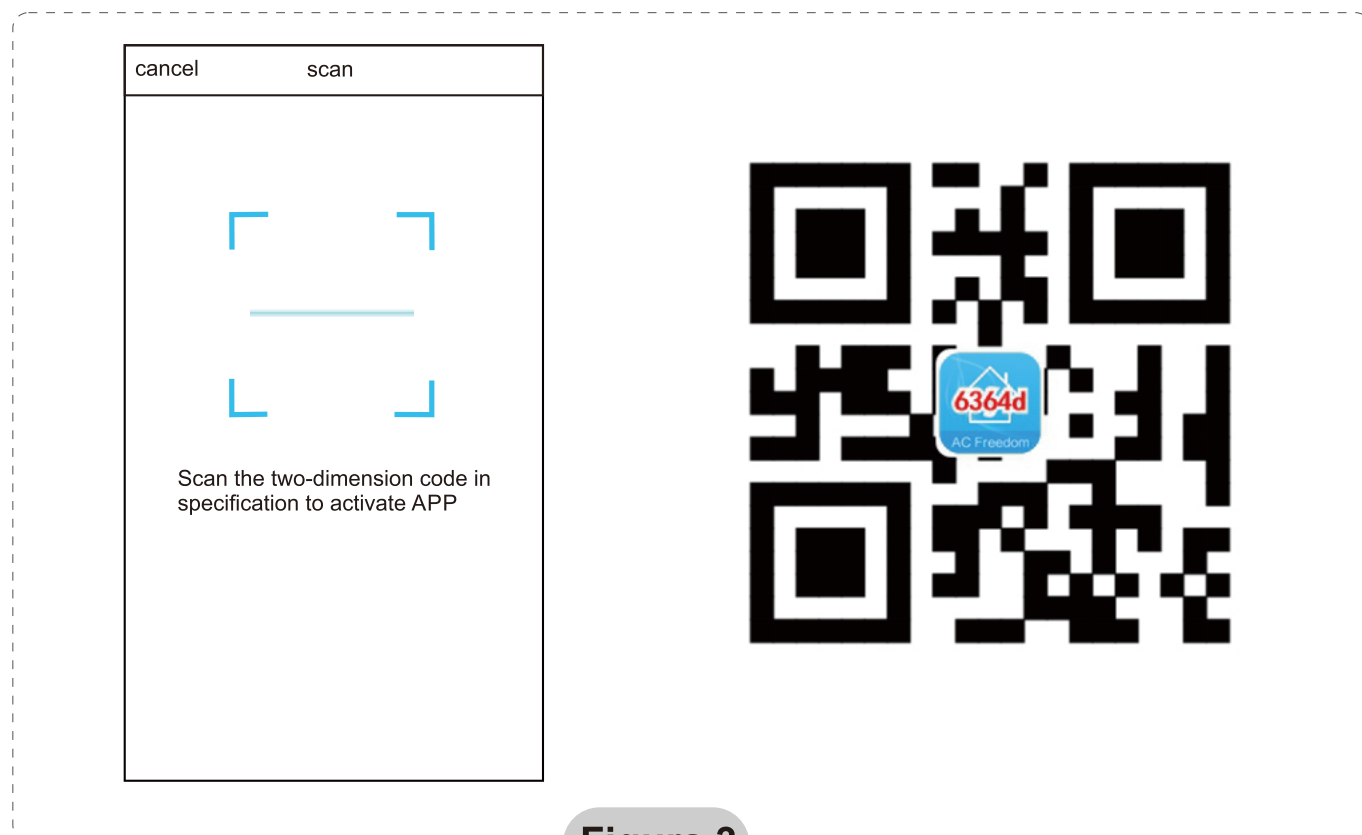

Figura 3
1. Pulse "escanear" y escanee el código QR de la derecha (véase la figura 3).